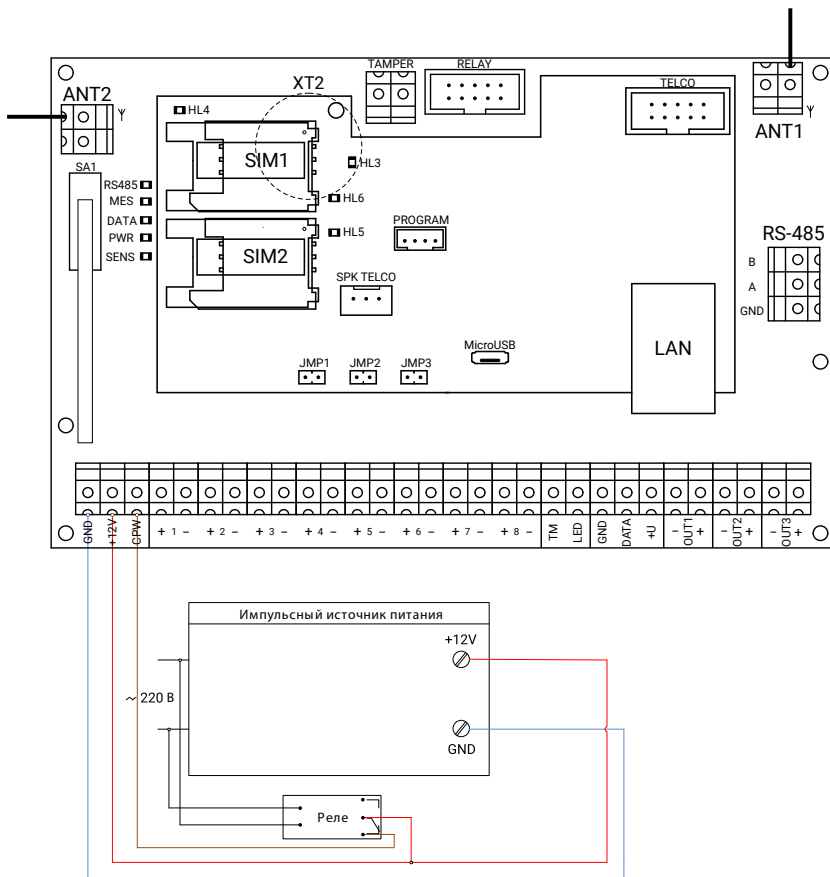

Рисунок 8. Схема подключения импульсного источника питания стороннего производителя
- *При использовании импульсного источника питания - подключите клемму панели «CPW», используя реле (см. рис. 8).*